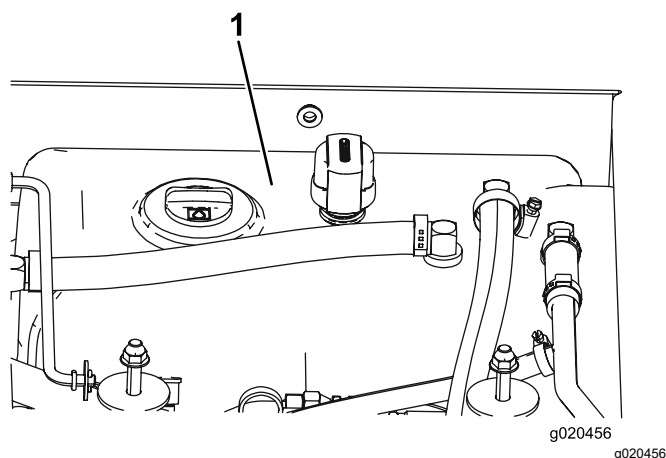

Figura 116
4. Riempite il serbatoio (Figura 116) di fluido idraulico; fate riferimento a Controllo del fluido idraulico \(pagina 81\).